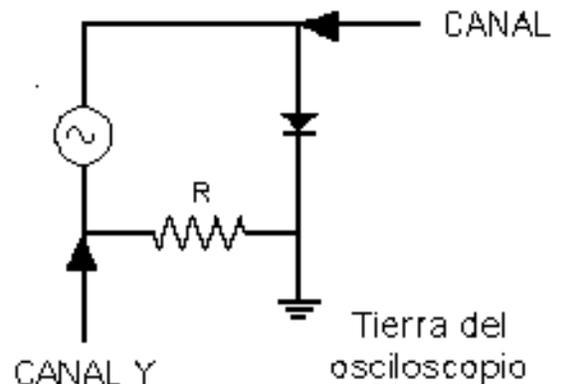

Figura 1. Circuito para observar las características corriente-voltaje del diodo
2.- Después de observar la Figura 1, la cual representa el circuito con el que va a visualizar la característica corriente-voltaje del diodo rectificador en la pantalla del osciloscopio, indique: